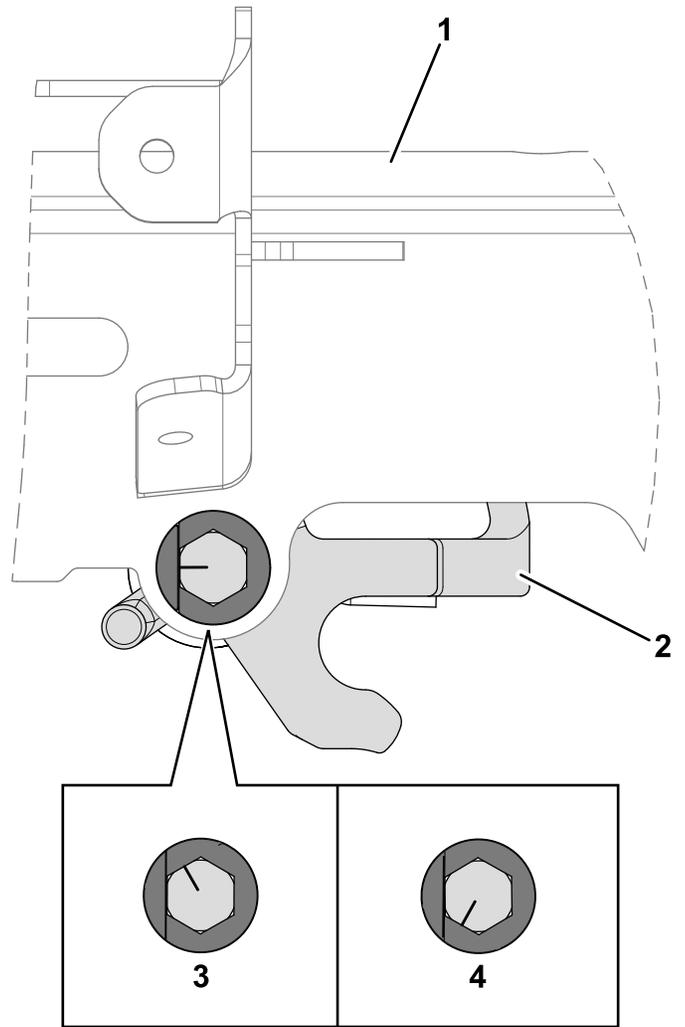

Figura 8
2. Gire el perno en sentido horario o antihorario para ajustar el ángulo del regulador de la altura del manillar hacia dentro o hacia fuera. El regulador de la altura del manillar debe estar paralelo a la estructura soldada del receptor superior, tal y como se muestra en la Figura 8